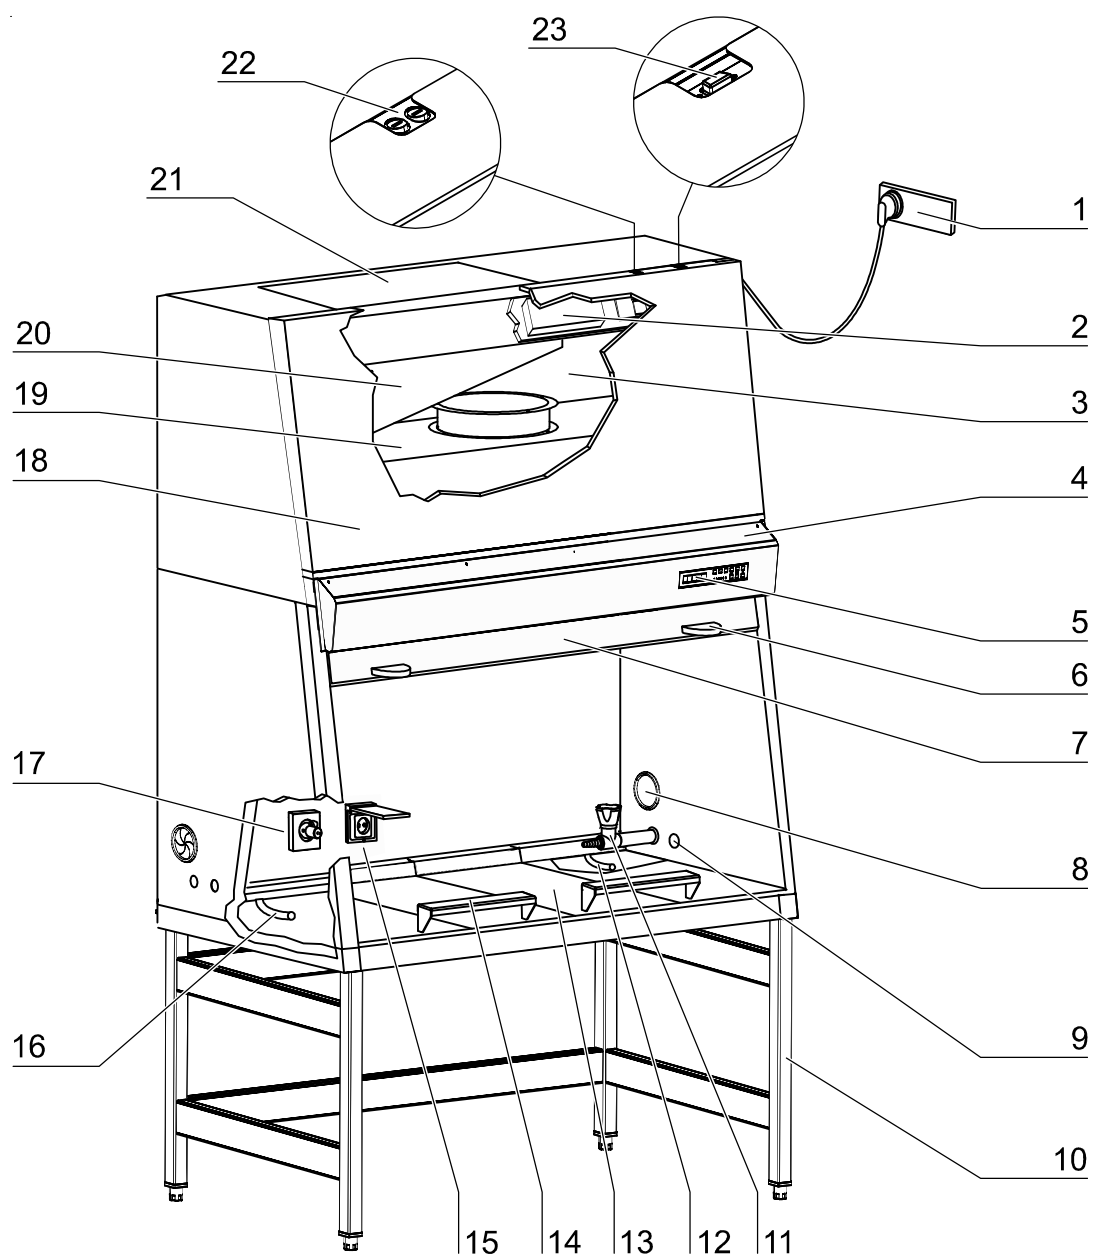

Fig. 3
- **Fig. 3:** Grupo de câmara [3] com Plenum para o ventilador do ar de circulação [19] o Plenum para o ventilador de ar de exaustão [20]. Os filtros de ar de exaustão e de ar de circulação estão directamente montados no respectivo Plenum. O ar de exaustão é libertado através da abertura [20] na área do aparelho. O grupo de Plenum está coberto com um invólucro [18].